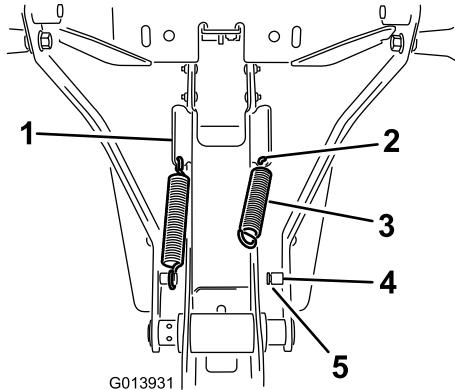

Figura 19
1. Instale el muelle en el taladro del extremo inferior de la pestaña inclinada del lateral del bastidor (Figura 19).
2. Enganche un extremo del muelle en el taladro y el otro extremo en el anclaje del muelle (Figura 19).
3. Asegúrese de que el extremo del muelle queda correctamente asentado en la ranura de la clavija (Figura 19).